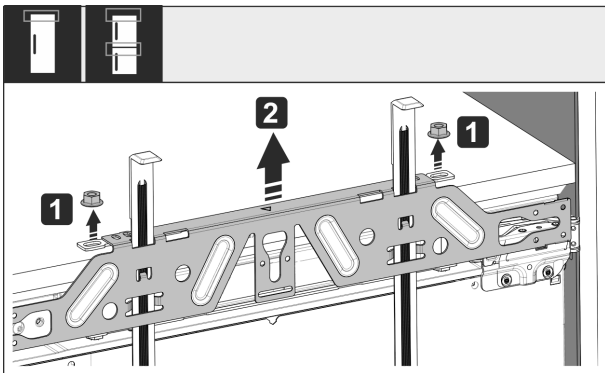

Fig. 49
- ▶ Kontermuttern Fig. 49 [1] lösen.
- ▶ Befestigungstraverse Fig. 49 [2] abnehmen.